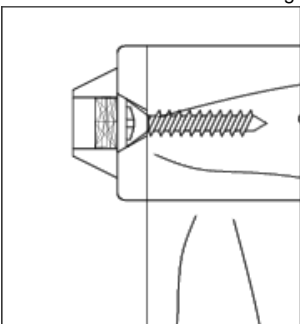

Figura 1
- 2) PARA MONTAR LAS PLACAS DE MUEBLE:** Coloque el mueble cerca de la pared en su posición final. Utilice cinta adhesiva o lápiz para transferir la ubicación de las vigas en la pared al mueble. Mueva el mueble nuevamente para poder acceder la parte trasera y utilizar las marcas para ubicar un lugar adecuado para colocar las placas del lado del mueble. Asegurese que la placa está ubicada en una parte firme y del mueble y tan alto como sea posible. Recuerde: La placa del mueble debe colocarse cerca de una viga en la pared. Utilice un lápiz, y la placa de montaje como guía, coloque "marcas de tornillos" en el mueble a través de los agujeros en la placa de montaje. Utilice una mecha de taladro de 3/32" para perforar agujeros piloto en las "marcas de tornillos". Utilice DOS tornillos cortos para asegurar la placa en el mueble. Esta placa puede colocarse en posición vertical u horizontal como se a necesario. (Vea Figura 1).